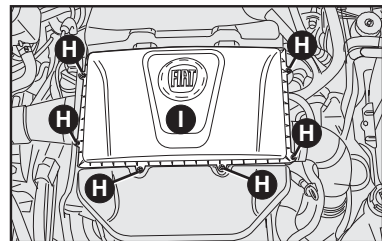

fig. 8
SUBSTITUIÇÃO - figs. 8 e 9
- Soltar os parafusos **H-fig. 8** e retirar a tampa **I-fig. 8**.